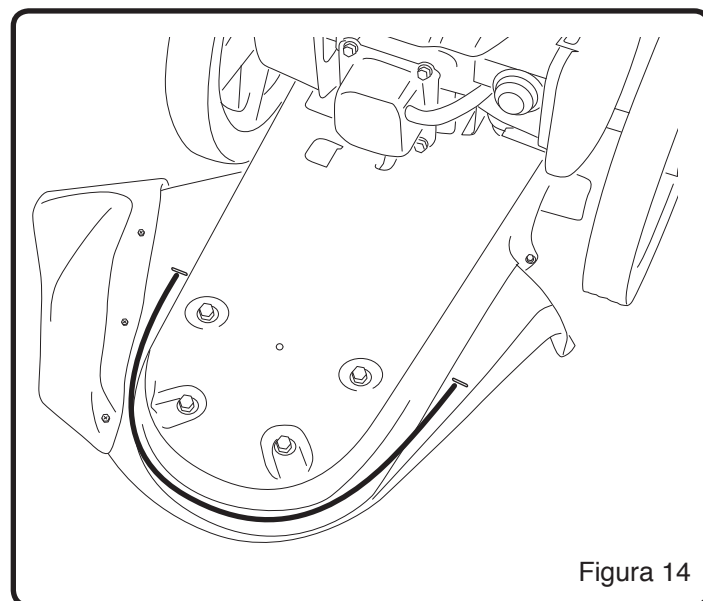

Figura 14
3. Cortar la longitud del hilo de la segadora a 546 mm (21.5 pulgadas). Utilizar la guía de longitud. Ésta está ubicada en la pantalla para asegurarse que el hilo tenga la longitud correcta. (Véase la Figura 14) No permitir que la longitud de los hilos varíe más de una pulgada. Cerciorarse de que el cabezal de la segadora esté equilibrado y no vibre.